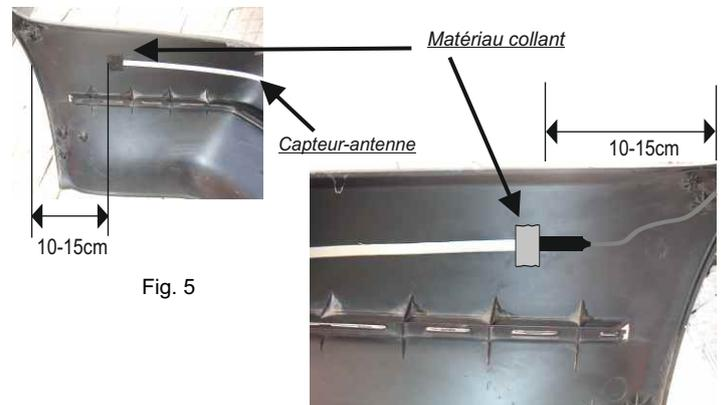

Fig. 5
B- Fixer le connecteur noir du câble de données sur la surface intérieure du pare-chocs à partir d'environ 10-15 cm de l'extrémité du pare-chocs (Fig. 5).
1) Il est important de commencer et de terminer l'application de la bande (capteur antenne) à environ 15 cm des deux extrémités du pare-chocs (fig.5).